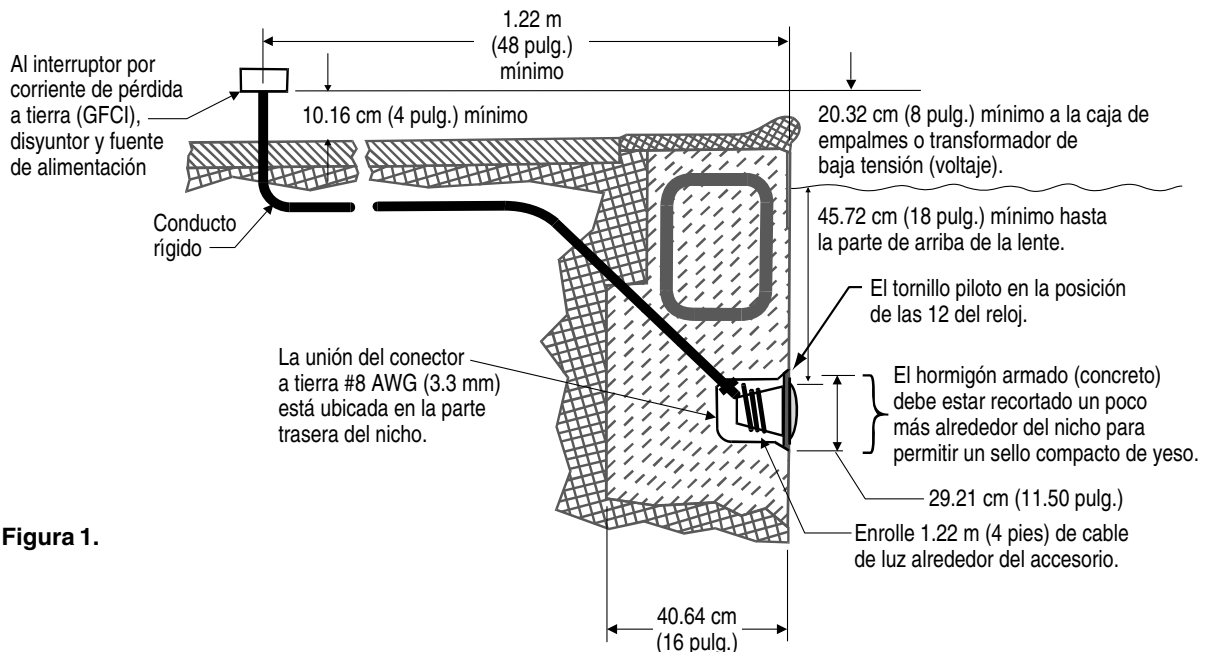

Figura 1.
BANTES DE COMENZAR: Los siguientes pasos (1-6) describen las tareas que deben ser completadas por el electricista antes de que la lámpara IntelliBrite™ sea instalada. Consulte la **Figura 1** del diagrama.
- La caja de empalme (o el transformador de bajo voltaje en el caso de los modelos de 12 voltios) debe estar ubicada a un mínimo de 20.32 cm (8 pulg.) por encima del nivel del agua y al menos a 1.22 m (48 pulg.) del borde de la piscina; consulte la Figura 1.
- El nicho en húmedo debe estar correctamente instalado de manera que el borde superior del lente de la lámpara submarina se encuentre a un mínimo de 45.72 cm (18 pulg.) por debajo de la superficie del agua de la piscina; consulte la Figura 1. (No más de 50.80 cm (20 pulg.) de profundidad en Canadá.)
- El nicho en húmedo debe tener una conexión eléctrica apropiada y con conexión a tierra a través del conector a tierra Nº. 8 AWG ubicado en la parte posterior del nicho; consulte la Figura 1.
1. Alimente el cable a través del conducto hasta la caja de empalme, dejando por lo menos un tramo de 1.22 m (4 pies) en la lámpara para enrollarlo a su alrededor; consulte la Figura 1. Esto permite efectuar el mantenimiento de la lámpara después de que la piscina esté llena de agua.
- La caja de empalme (**o el transformador de bajo voltaje en el caso de modelos de 12 voltios**) debe estar ubicada a un mínimo de 20.32 cm (8 pulg.) por encima del nivel del agua y al menos a 1.22 m (48 pulg.) del borde de la piscina; consulte la Figura 1.
- El nicho en húmedo debe estar correctamente instalado de manera que el borde superior del lente de la lámpara submarina se encuentre a un mínimo de 45.72 cm (18 pulg.) por debajo de la superficie del agua de la piscina; consulte la Figura 1.
5. Deje por lo menos un tramo de 1.22 m (4 pies) de cable para enrollarlo alrededor de la lámpara; consulte la Figura 1 en la página 2. Esto permite efectuar el mantenimiento de la lámpara después de que la piscina esté llena de agua.
7. Quite unos 15.24 cm (6 pulg.) de la cubierta exterior del cable para poner a la vista los tres alambres aislados. Tenga cuidado de no dañar el aislamiento de los tres (3) cables internos.
8. Conecte los tres (3) cables a los correspondientes cables de circuito en la caja de empalme (el cable negro al cable de alimentación, el cable blanco al cable común y el cable verde al cable de toma a tierra) y colóquela la tapa a la caja de empalme.